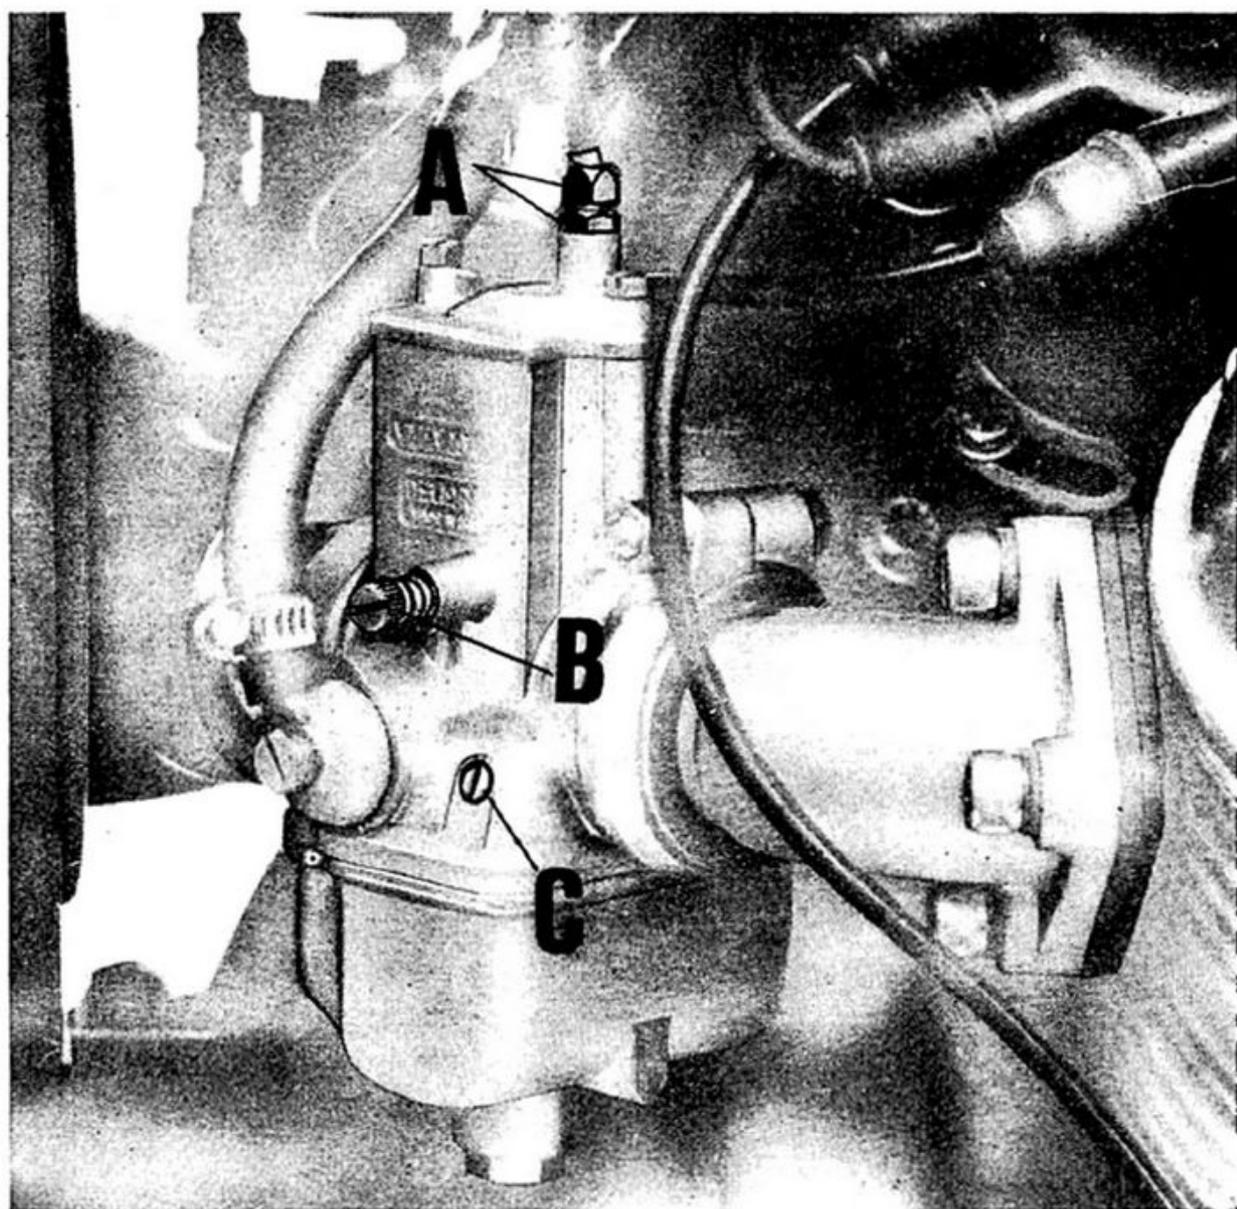

Fig. 13
- 2) Controllare la sincronizzazione delle valvole gas; questa operazione va eseguita con il contenitore filtro e manicotto di collegamento carburatori smontati; mentre si fa ruotare la manopola comando gas, con le dita a contatto delle valvole gas sui carburatori si dovrebbe individuare se le valvole aprono in uguale misura e nel medesimo istante: eventuale differenze di apertura vanno corrette agendo sulla vite tendifilo (vedere A di fig. 13) di un carburatore sino a che, ruotando la manopola gas, si constata la perfetta sincronizzazione di apertura delle valvole gas.
- 3) Regolare il minimo benzina agendo sulla vite C di fig. 13. Svitandola si aumenta l'afflusso di benzina, avvitandola si diminuisce. Per la regolazione, portare la vite a fondo corsa e successivamente svitarla di 1 giro e $\frac{1}{2}$ a 2 per il carburatore sul cilindro sinistro; di 2 giri a 2 giri e $\frac{1}{2}$ per il carburatore sul cilindro destro. Con motore funzionante a circa 1.000 ÷ 1.200 giri, staccare la candela da un cilindro ed agire sulla vite C di fig. 13 del carburatore del cilindro opposto svitan-
- 4) Staccare il cavo candela dal cilindro destro, avviare il motore, ed accertarsi che si spenga dopo quattro o cinque scoppi; se si spegne prima, o dopo, agire sulla vite di regolazione minimo valvola gas (vedere B di fig. 13) fino a che il motore si spenga entro detto numero di giri. Ripetere l'operazione sul cilindro destro staccando il cavo candela dal cilindro sinistro ed avviare il motore; se il cilindro destro è nella normalità il motore deve spegnersi entro quattro o cinque scoppi, altrimenti passare alla regolazione agendo sulla vite (vedere B di fig. 13) come sopra sino a che il motore si spenga entro il medesimo numero di scoppi: riattaccare quindi il cavo alla candela del cilindro sinistro.